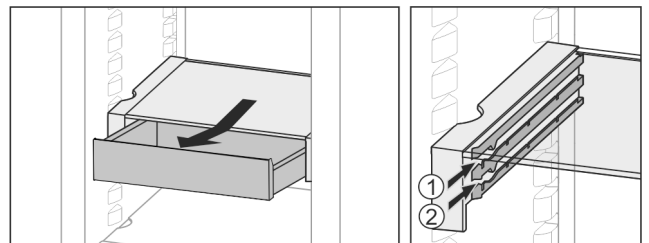

Fig. 32
- ▶ L'insérer à n'importe quelle hauteur Fig. 32 (1) ou Fig. 32 (2).